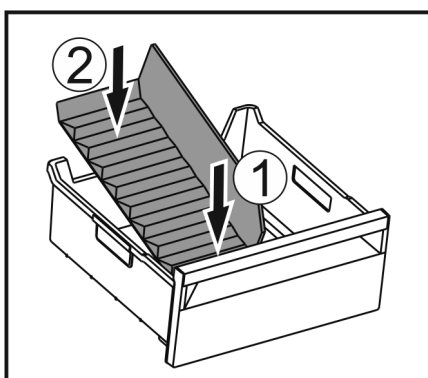

Fig. 187
- ▶ Helyezze be a jégkész-eltávolító elülső részét. Fig. 187 (1)
- ▶ Süllyessze le a jégkész-eltávolító hátsó részét a fiók aljáig. Fig. 187 (2)